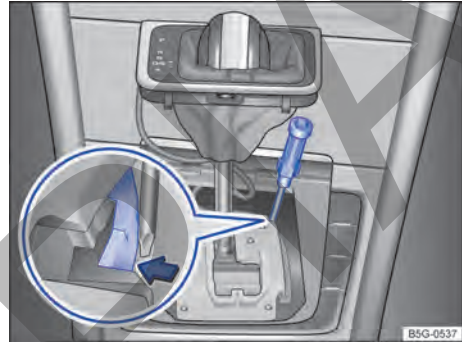
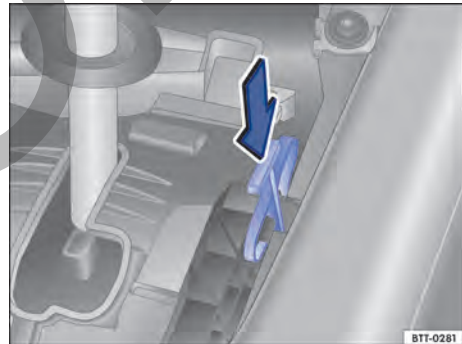

Fig. 111 Debajo de la cubierta de la corredera de la palanca selectora: desbloqueo de emergencia (variante 1).
Fig. 112 Debajo de la cubierta de la corredera de la palanca selectora: desbloqueo de emergencia (variante 2).
- Tire de la cubierta, por la zona del guardapolvo de la palanca selectora, hacia arriba y con cuidado junto con los cables eléctricos que lleve conectados → fig. 111.
- Con la hoja plana del destornillador de las herramientas de a bordo, presione la palanca de desbloqueo con cuidado en el sentido de la flecha y manténgala en esta posición → fig. 111 (variante 1) o presione la palanca de desbloqueo en el sentido de la flecha y manténgala en esta posición → fig. 112 (variante 2).